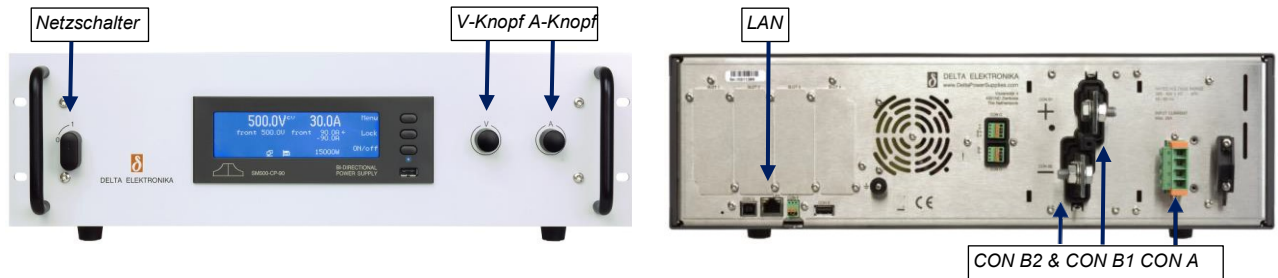

Abb. 3 - 1 - Bedienelemente und Anschlüsse.
- Verwenden Sie die Vierfachklemmleiste des Geräts mit den Kennzeichnungen L1, L2, L3, PE (Schutzerde), um die Zuleitung mit dem Gerät zu verbinden (siehe Abb. 3 - 1).
- Diese Klemmen sind auf der Rückseite angeordnet und sind mit CON B1 (PLUS) und CON B2 (MINUS) gekennzeichnet, siehe Abb. 3 - 1.